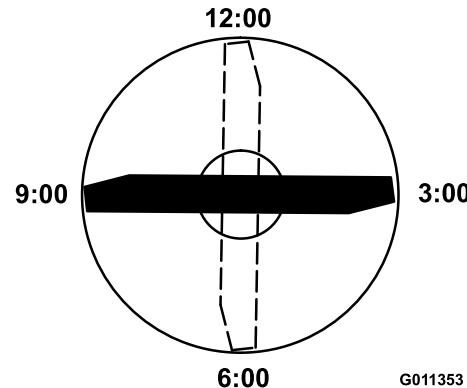

图 71
3. 将刀片带标记一端的刀刃放在 12 点钟位置剪草方向的正前方并测量从桌面到刀片刀刃的高度图 71。
4. 将刀片的标记端旋转至 3 点钟和 9 点钟位置并测量高度图 71。